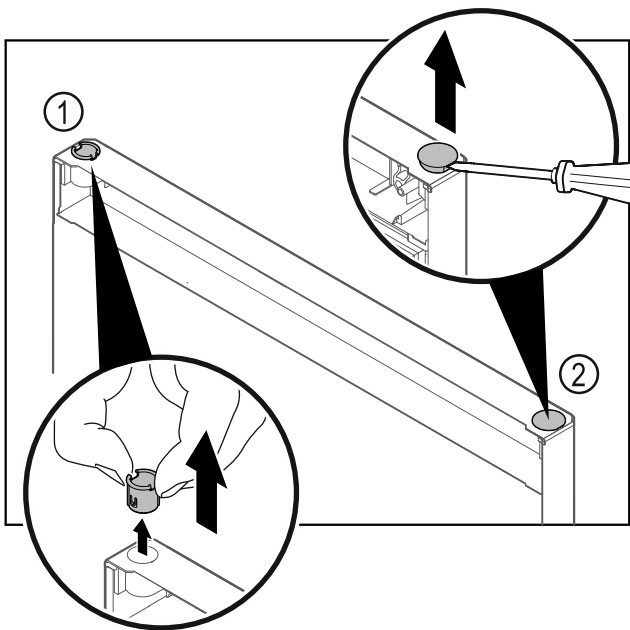

Fig. 39 Gefrierteiltür
- ▶ Scharnierbuchse Fig. 39 (1) mit den Fingern herausziehen.
- ▶ Abdeckstopfen Fig. 39 (2) vorsichtig mit einem Schlitzschraubendreher anheben und herausziehen.